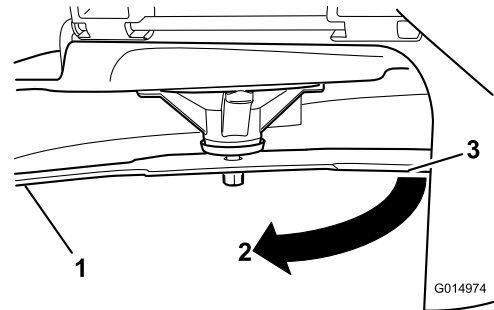

Figura 97
4. Gire la misma cuchilla 180 grados de manera que el otro extremo esté en la misma posición (Figura 97).